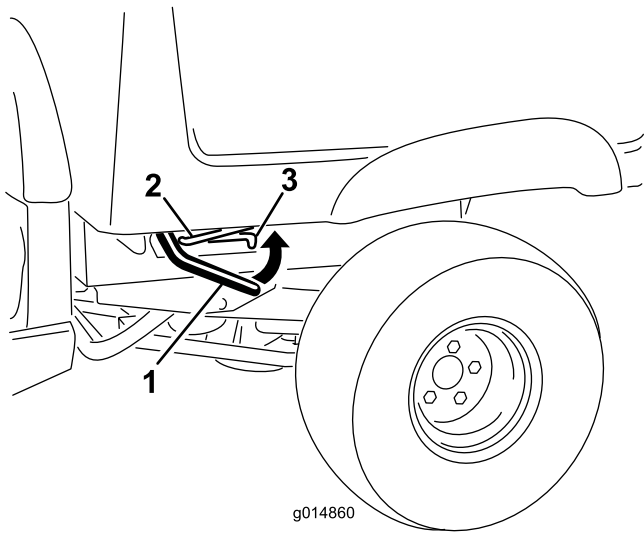

Figure 12
1. Levez le levier de chaque côté du plateau et élevez le plateau (Figure 12).
1. Levez légèrement le plateau en soulevant le levier de verrouillage (Figure 12).